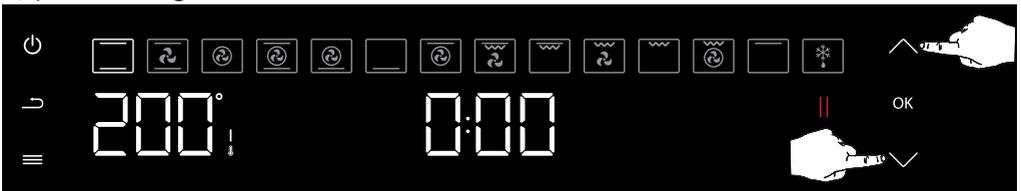

Abbildung 15
2. Im Menü "Garen" wechselt die Anzeige der aktiven Einstellung zunächst zu den Garfunktionen, zwischen denen durch Drücken der Richtungstasten nach oben (⬆) oder nach unten (⬇) gewechselt werden kann. (siehe Abbildung 15) Drücken Sie einmal die Bestätigungstaste (OK), um die gewünschte Garfunktion auszuwählen.